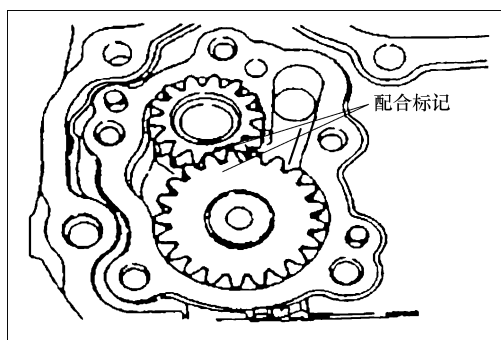

图 2-102 对准配合标记
8) 安装机油泵从动齿轮/主动齿轮。在齿轮表面上涂抹机油。如图 2-102 所示，使配合标记对准。